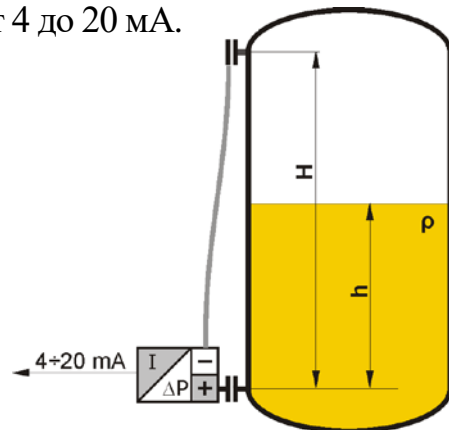

Рисунок 5
2.3.1.13.2 Конфигурирование преобразователя APR-2200/ALE для измерения уровня в закрытой емкости (рисунок 5):